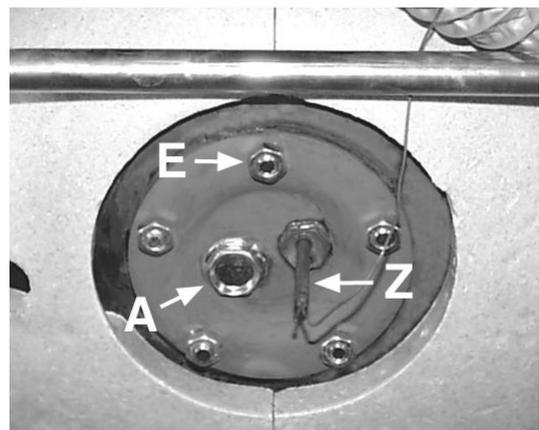

fig. 14.3-2
- Togliere l'anodo **A**, verificarne l'integrità ed eventualmente sostituirlo (fig. 14.3-2)
- estrarre il bulbo del termostato/NTC **Z** dalla guaina (fig. 14.3-2)